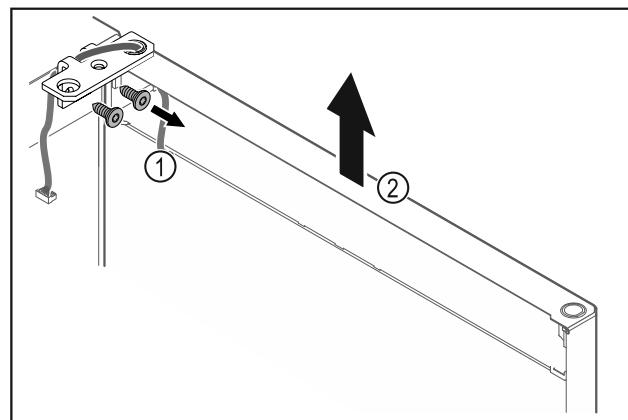

Fig. 26
- ▶ 拧下合页角铁 Fig. 26 (1)。
- ▶ 将冰箱门连同合页角铁一起笔直向上提升 Fig. 26 (2)大约 200 mm 并取下。